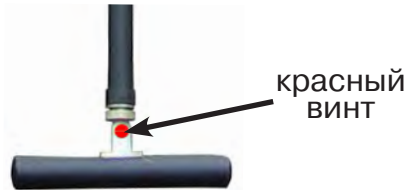

Рис. 8.4
По направлению «стрелки» можно отличить «свой» сигнал от «чужого», поскольку направление тока в «своей» коммуникации противоположно «перенаведенным» токам, протекающим по «чужим» коммуникациям. Направление сигнала - вперед (↑) является условным понятием и «назначается» оператором для данного положения датчика относительно данной трассы, которое фиксируется оператором по метке в виде красного винта (рис. 8.4), расположенной на одной из сторон датчика ЭМД-247.
4. «Назначение» производится нажатием кнопки **f** при расположении датчика точно над «выделенной» коммуникацией, считающейся «своей». После этого указатель направления сигнала приобретает вид - (↓). При переходе на «чужую» коммуникацию с другим «направлением сигнала» (или при изменении положения датчика на «обратное») раздастся звук и стрелка покажет «направление сигнала - назад (↓)» (рис. 8.4)